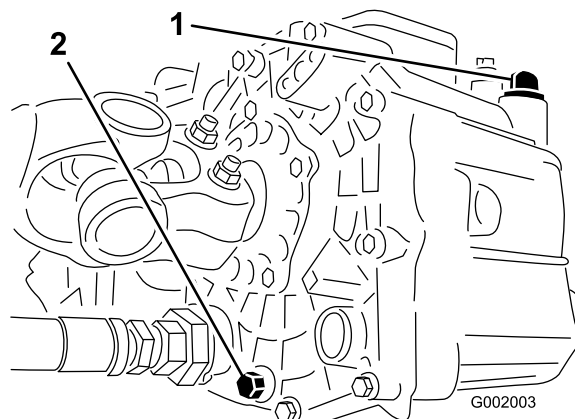

Figura 66
3. Togliete la valvola di spurgo situata sul fianco del serbatoio e lasciate defluire il fluido idraulico nella bacinella. (Figura 66).